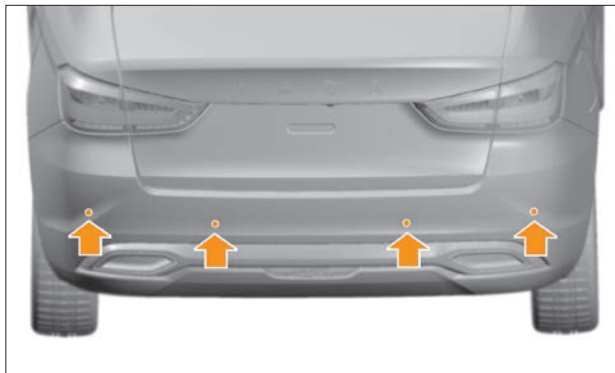

Рис. 5.15.1. Задние датчики четырехканальной СБП (**в вариантном исполнении**)
- четырехканальная СБП имеет четыре датчика в заднем бампере (рис. 5.15.1);